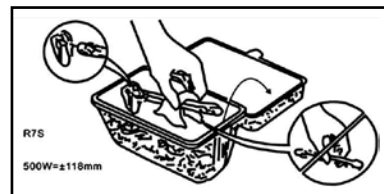

Fig. 5
- In caso di sostituzione della lampada, togliere la tensione prima di aprire il coperchio. Inserire quindi una lampada alogena nel portalampada con le stesse caratteristiche riportate sull'apparecchio, evitando il contatto diretto con le mani (fig. 5).